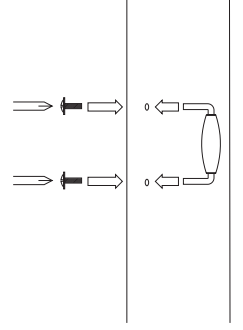

Figura 10
6. Para finalizar el ensamblaje, coloque la unidad principal (a) en el soporte superior (h) de la plataforma (FIGURA 10). Los orificios para pernos en el área dispensadora de la unidad principal (a) coincidirán con los orificios roscados del soporte superior (h) (FIGURA 11). Use los dos pernos n.º 2 suministrados y sujete la unidad principal (a) a la plataforma.